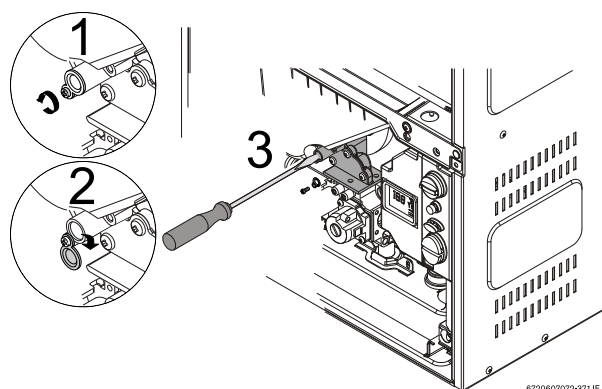

Fig. 44
- ▶ Desserrez la vis à tête Philips (1) peinte en jaune, et le capuchon devrait rouler vers le bas (2) et révéler une vis à fente en laiton (Fig. 44).